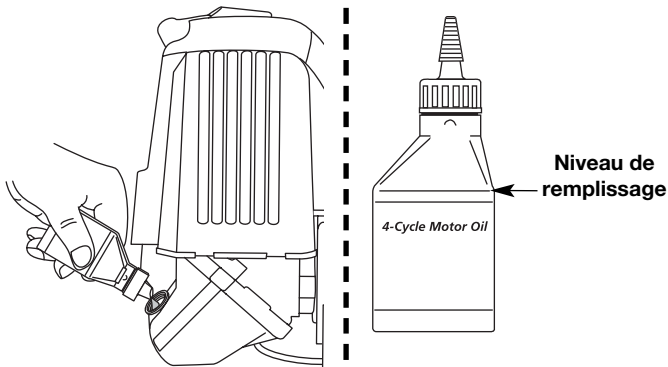

Fig. 22
**AVERTISSEMENT:** évitez tout démarrage accidentel. Tenez-vous en position de démarrage lorsque vous tirez sur la corde de démarrage (Fig. 22). L'opérateur et l'appareil doivent tous deux être en position stable pour éviter des blessures graves.
**REMARQUE :** Mesurez la quantité nécessaire à l'aide de la bouteille et de la buse utilisées lors de la mise en service. 90 ml (3,04 oz) correspond environ au haut de l'étiquette de la bouteille (Fig. 22). Vérifiez le niveau d'huile avec la jauge. S'il est trop bas, ajoutez un peu d'huile par l'orifice et revérifiez. Ne remplissez pas trop (Fig. 22).